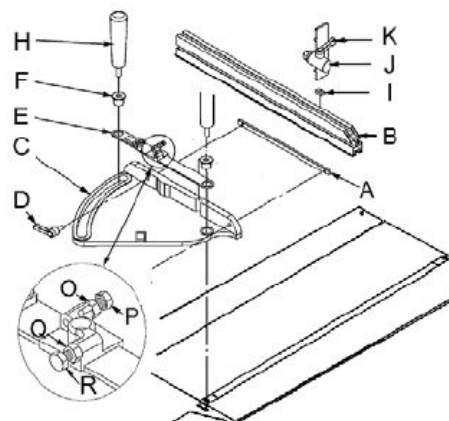

Рис. 9
Надвиньте профиль упора (В, Рис. 9) на рейку (А) и закрепите их вместе на торцовом упоре (С) с помощью двух рукояток (D).